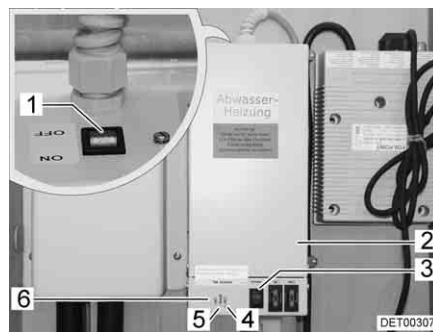

Bild 116 Trafo mit Regelgerät
Der Trafo 230 V AC/12 V DC (Bild 116,2) ist je nach Modell im Kleiderschrank oder in der Truhe der Sitzgruppe eingebaut.
- Kontroll-Leuchte (Bild 116,5) leuchtet grün: Regelung in Betrieb
- Kontroll-Leuchten (Bild 116,4 und 6) leuchten rot: Abwasserleitungen werden erwärmt
In das Gehäuse ist ein Prüftaster (Bild 116,3) integriert, mit dem das Regelgerät kurzzeitig in Betrieb genommen werden kann. Durch Drücken des Prüftasters lässt sich die Funktion der Erwärmung testen, auch wenn die Umgebungstemperatur über 5 °C liegt.
- Schalter (Bild 116,1) am Trafo (Bild 116,2) auf "ON" stellen.
- Schalter (Bild 116,1) am Trafo (Bild 116,2) auf "OFF" stellen.